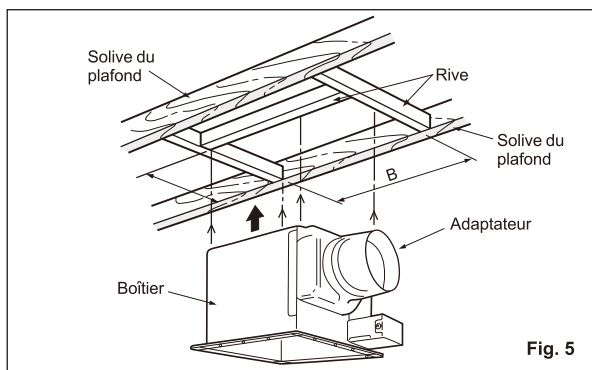

Fig. 5
- Fixez la rive entre les solives de plafond avec des clous ou des vis. (Fig. 5)
- Attachez le ventilateur à la rive à l'aide de vis longues (ST4.2X20). (Fig. 5 et 6)